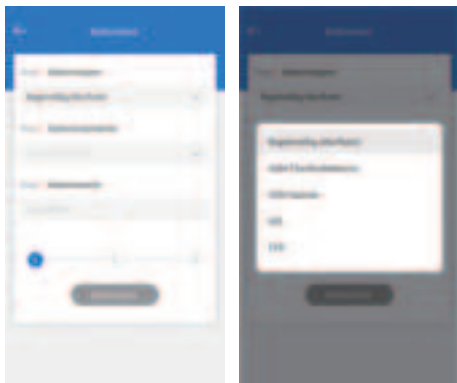

Abbildung 4.1.1
2. Wählen Sie den entsprechenden Batterietyp aus (siehe Abbildung 4.1.1). Der genaue Batterietyp ist normalerweise auf dem Batterieetikett aufgeführt.